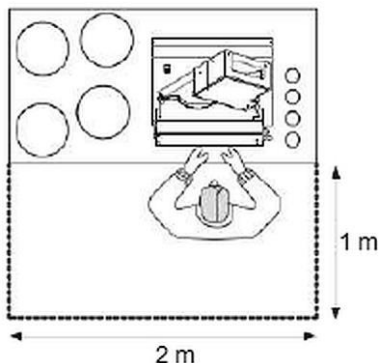

Abb. 5
- Stellen Sie die Maschine unter genauer Beachtung der Anweisungen in Abb. 5 auf, sie zeigt die erforderlichen Mindestabstände an, um zu gewährleisten, dass der Bediener oder Techniker jede Abfolge der Arbeit und/oder Wartung korrekt durchführen kann.